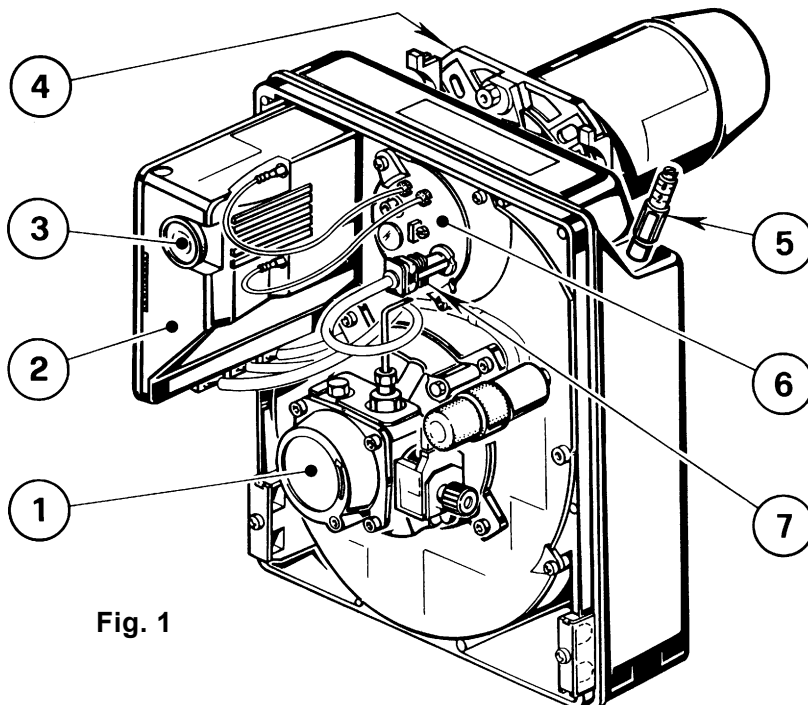

Fig. 1
- Die Reinigung des Flammenfühleres ausführen, (7, Abb. 1, Seite 1).
In den meisten Fällen führt eine Störung zum Aufleuchten der Kontrolleuchte in der Entstörtaste des Steuergeräts (3, Abb. 1, S. 1).